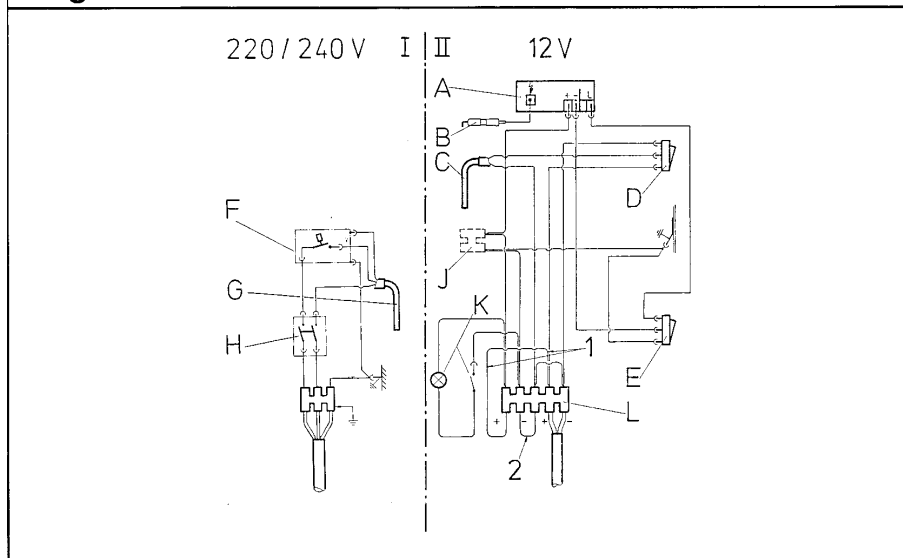

Fig. 6
Le schéma de câblage est celui de la fig. 6 pour le modèle RM 2250 et celui de la fig. 8 pour le modèle **RM 2251**.
La fig. 6 montre le schéma de câblage du réfrigérateur tel que celui-ci est livré. L'alimentation 12 V arrive en (L). L'allumeur (A) est alimenté par l'intermédiaire de deux shunts (1) et (2) sur le domino (L), ainsi que l'éclairage intérieur (K) Si le réfrigérateur en est équipé.
Certains modèles comportent un domino supplémentaire (J), fig. 6. Dans ce cas, il convient de supprimer les shunts comme indiqué plus haut, mais par contre de procéder à un branchement séparé sur ce domino (J).